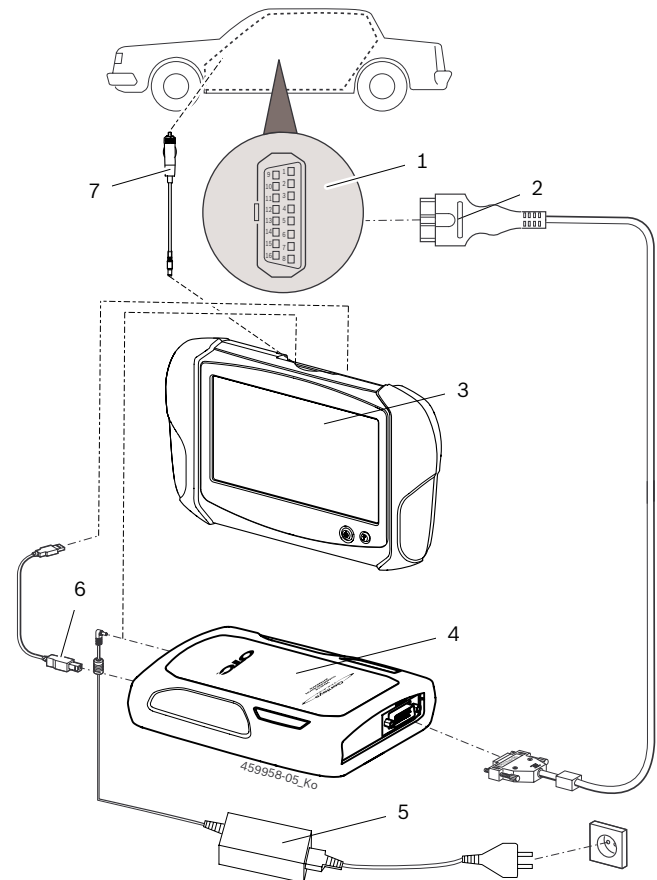

Fig. 6: Schéma de raccordement D650
Le raccordement à l'interface de diagnostic dans le véhicule se fait à l'aide du câble de diagnostic OBD (Fig. 6, pos. 2).